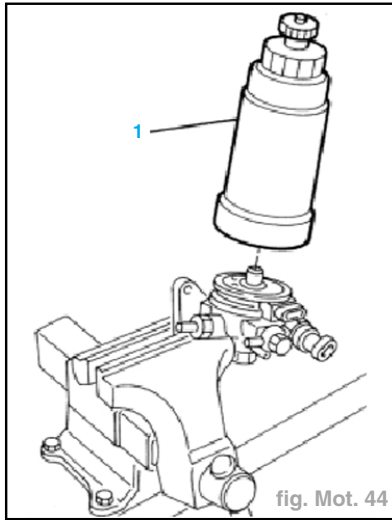

fig. Mot. 44
- Détacher du filtre à carburant le tuyau d'amenée (3) provenant du réservoir.
- Détacher du filtre le tuyau d'amenée (4) à la pompe de pression.
- Détacher du filtre le tuyau (5) provenant du collecteur de retour.
- Retirer du moteur le filtre à carburant (6).
- Dévisser et enlever l'élément filtrant (1) du filtre à carburant (fig. Mot. 44).